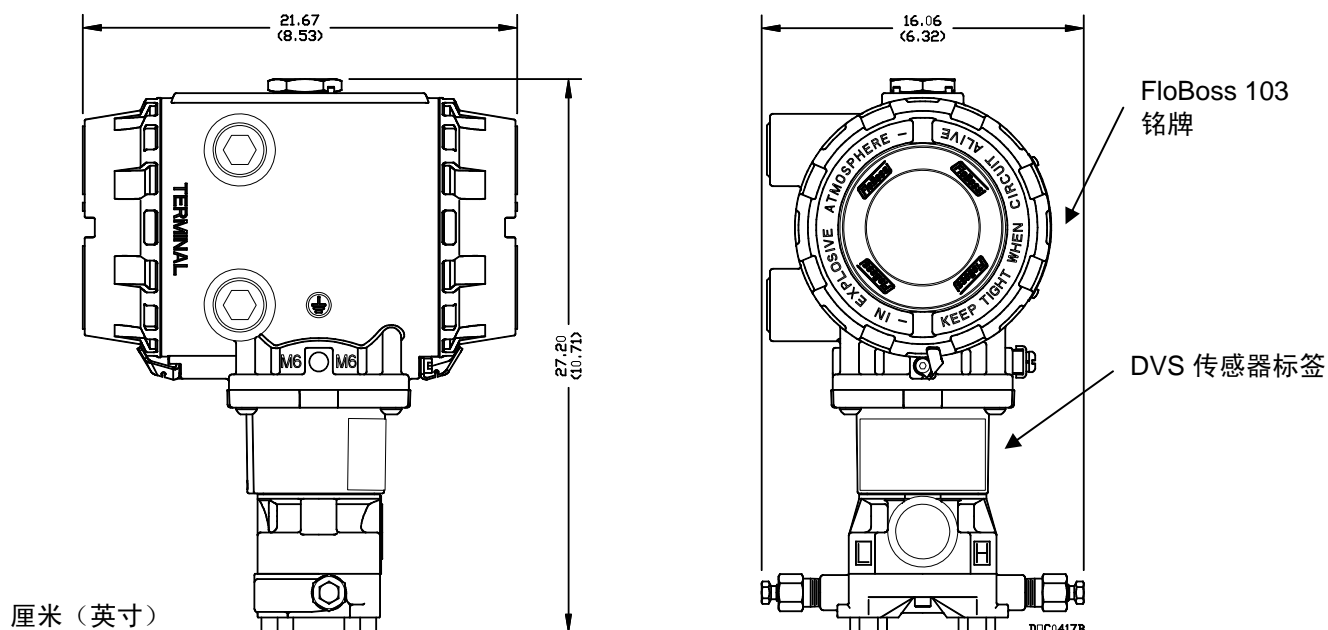

图 8. FloBoss 103 尺寸
2. 为 FloBoss 103 找到合适位置。当选择安装位置时, 确保检查所有间隙。为接线和维修提供足够的间隙。现场操作员应可看到和接触到可选 LCD。请参阅图 8。